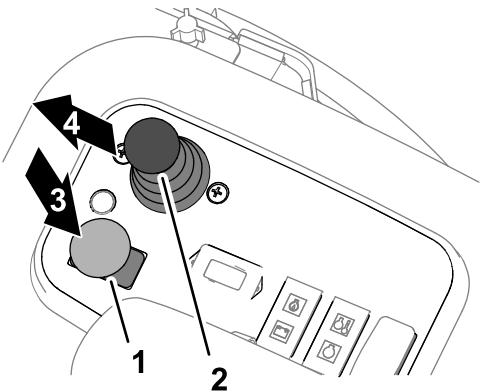

Figure 50
3. Placez la commande des unités de coupe en position DÉSENGAGÉE (Figure 50).
5. Poussez le levier multifonction vers l'avant (Figure 50).